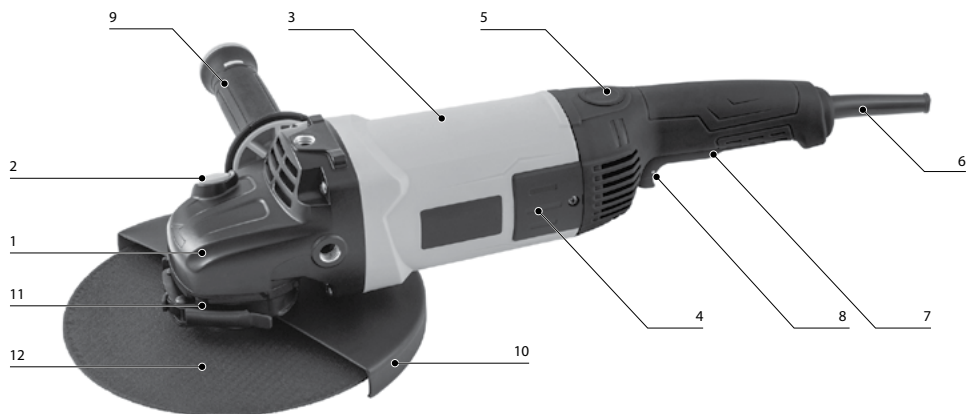

рис. 1
Общий вид машины представлен на рис. 1.
- отвести в сторону рычаг 11 (рис. 1) фиксации кожуха, ослабив крепежный хомут;
Вкрутите рукоятку 9 (рис. 1) в резьбовое отверстие корпуса редуктора в удобное для работы положение.
При установке/снятии оснастки блокировка шпинделя осуществляется клавишей 2 (рис. 1), расположенной на корпусе редуктора. Блокировка шпинделя также может осуществляться с помощью гаечного ключа S17.
Во избежание поломки машины и получения травм, запрещается нажимать на кнопку блокировки шпинделя 2 (рис. 1) во время работы шлифовальной машины, а также до полной остановки шпинделя после выключения двигателя.
В зависимости от вида используемой оснастки и характера обработки можно выбрать оптимальное и наиболее удобное положение основной рукоятки. Для изменения положения рукоятки необходимо нажать клавишу блокировки 5 (рис. 1) и повернуть рукоятку относительно корпуса на 90 градусов по или против часовой стрелки. При отпуске клавиши 5 рукоятка зафиксирована в выбранном положении.
Для включения машины необходимо нажать клавишу выключателя 7 (рис. 1), переместив кнопку 8 (рис. 1) вперед. При необходимости выключатель питания 7 может быть зафиксирован в положении «Включено», для этого при нажатой клавише 7 переместите кнопку блокировки 8 вперед, и клавиша будет зафиксирована. Для отключения машины повторно нажмите и отпустите клавишу 7.